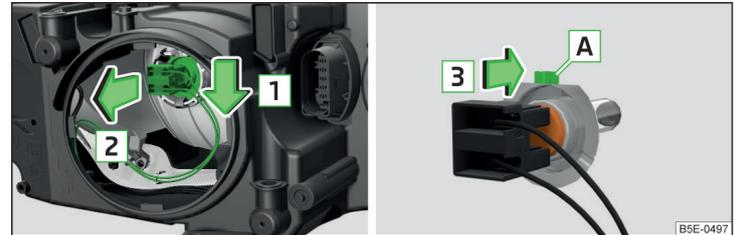

Abb. 225 Scheinwerfer mit Halogen-Licht: Glühlampe für Abblendlicht
- Den Stecker mit der Glühlampe in Pfeilrichtung **1** lösen » Abb. 225.
- Eine neue Glühlampe so einsetzen, dass die Fixiernase **A** » Abb. 225 an der Glühlampe in die Ausparung am Reflektor passt.